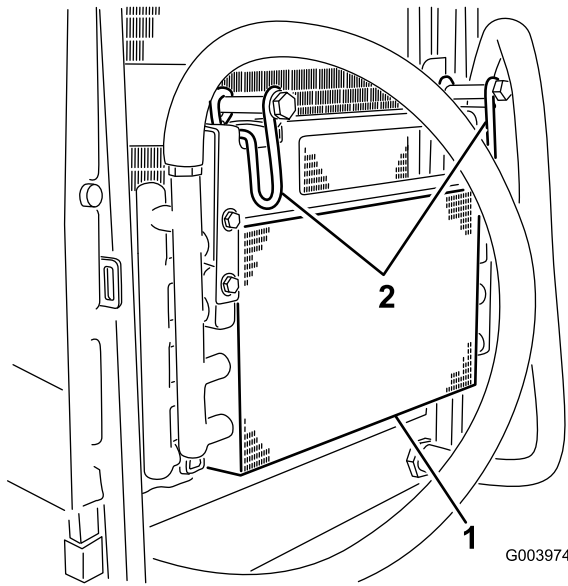

Figure 60
6. Pivotez le verrou vers l'intérieur pour dégager le refroidisseur d'huile (Figure 60).